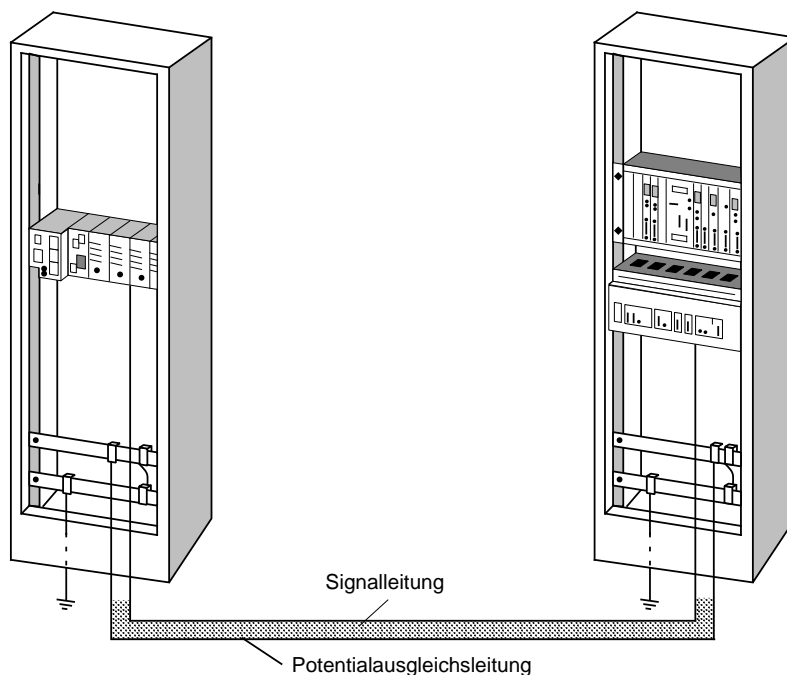

Bild 3.31 Verlegen von Potentialausgleichsleitung und Signalleitung
- Der Potentialausgleichsleiter sollte so verlegt sein, daß möglichst kleine Flächen zwischen Potentialausgleichsleiter und Signalleitungen eingeschlossen werden ( Bild 3.31).